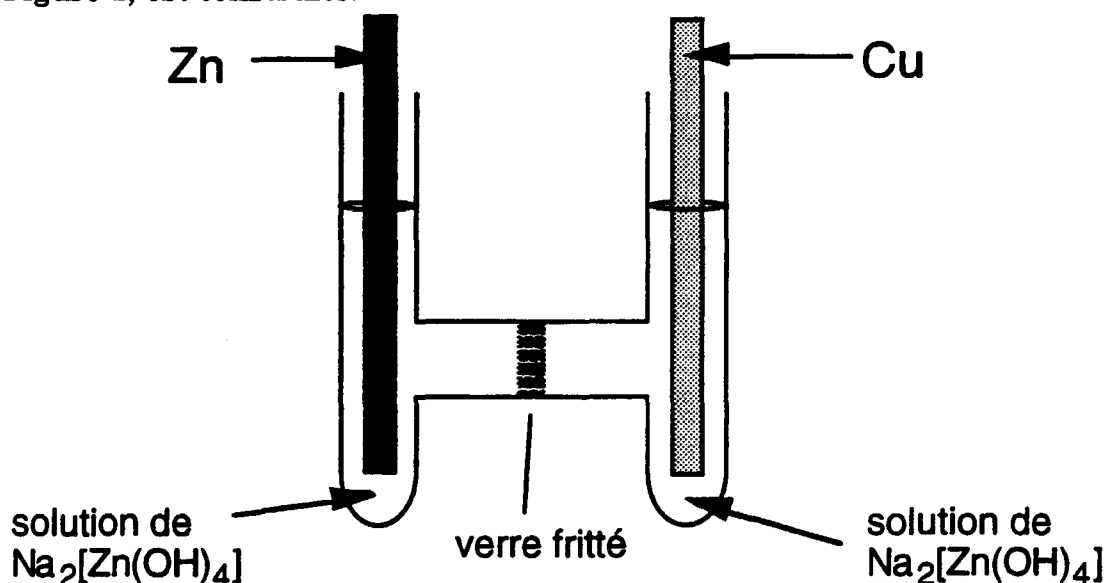

Figure 1
La transformation de la lame de cuivre en une lame d'aspect argenté nécessite la présence du cuivre métallique, de l'ion $[\text{Zn}(\text{OH})_4]^{2-}$ et du zinc métallique. Cette réduction paradoxale du Zn(II) en présence de cuivre s'explique par la formation d'un alliage CuZn (laiton) à la surface de la lame de cuivre. Afin de mesurer les grandeurs thermodynamiques associées à cette réaction, la cellule électrochimique représentée sur la Figure 1, est construite.
Le dépôt de zinc sur la lame de cuivre s'arrête lorsque la composition en surface est celle du laiton γ . A ce moment la différence de potentiel aux bornes de la cellule représentée sur la Figure 1 n'est plus que d'environ 10mV.